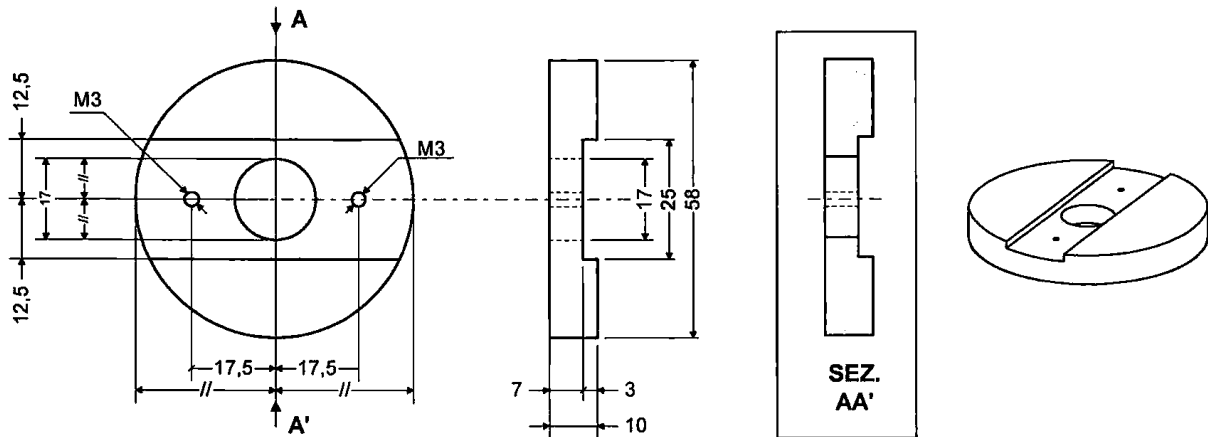

Fig.2
Si deve realizzare un particolare meccanico in PVC come da disegno (Fig.2):
- 1) Si descriva la procedura per realizzare il particolare meccanico di Fig.2 elencando i passaggi principali per realizzarlo a partire dalla scelta dei grezzi;